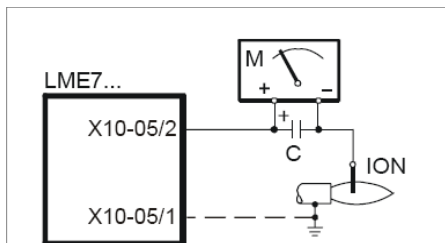
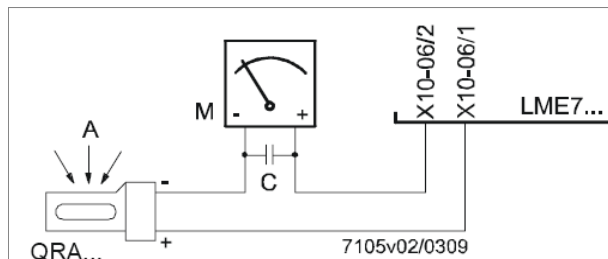

Рис. 33 - Контроль пламени с помощью электрода
Рис. 34 - Контроль пламени с помощью фотоэлемента QRA.
- Проверить и аккуратно почистить фотоэлемент UV улавливания пламени и, если необходимо, заменить его. В случае возникновения сомнения, проверить контрольный контур, после того, как горелка будет вновь запущена, согласно схеме на Рис. 34;
Чтобы проверить ток у контрольного электрода, следуйте схемам на или Рис. 33 или Рис. 34. Если электрический импульс ниже указанного значения, проверьте положение контрольного электрода или фотоэлемента, электрические соединения и, при необходимости, замените электрод или фотоэлемент.